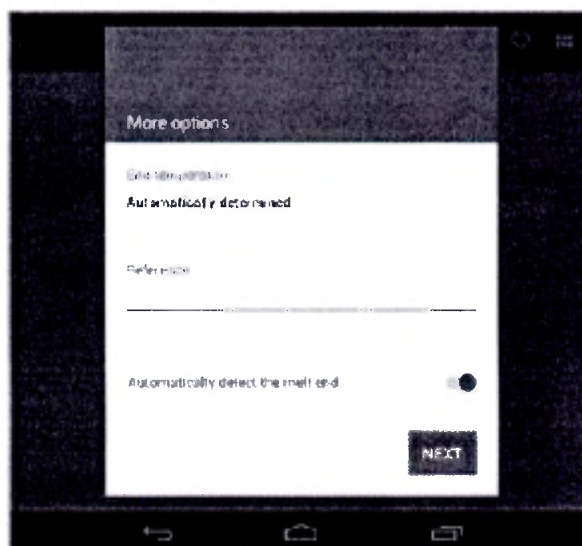

Рисунок 5. Дополнительные опции измерения.
3) На дисплее появится окно «More options» (Дополнительные опции) (рис. 5).